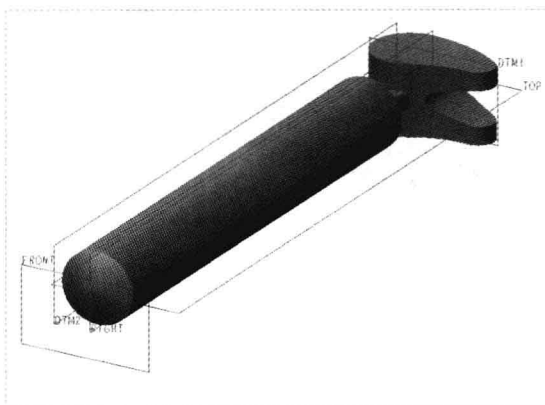

图 15-15 新建平面 2
Step 06 按【Enter】键确认, 单击“确定”按钮, 即可新建一个名为 DTM2 的平面, 如图 15-15 所示。